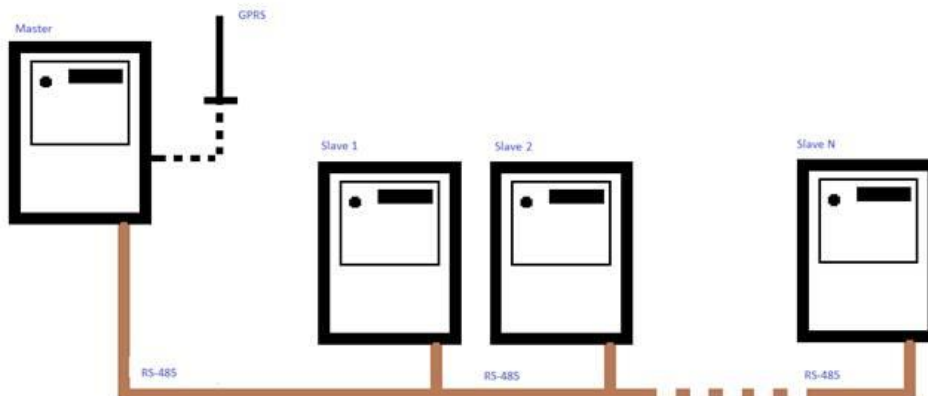

Рисунок 6.1 Схема шинного подключения счетчиков по RS-485.
- RS485 – интерфейс в клеммнике, приём и передача идут по одной паре проводов с разделением по времени, что даёт возможность объединения нескольких устройств в одну шину данных. Все цепь связывается с "центром сбора данных", например, по GPRS (рисунок 6.1). Также может использоваться для подключения различных модулей через специальные адаптеры.